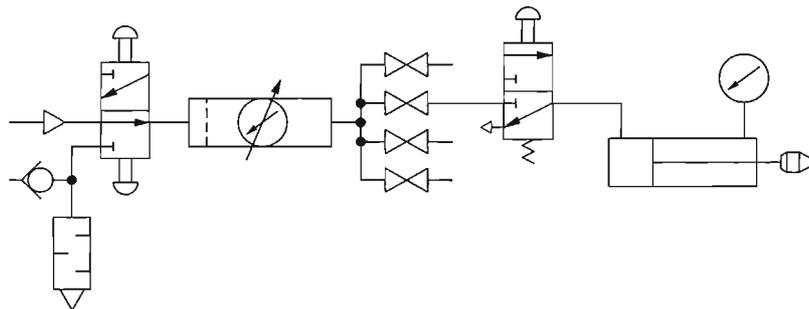

Figura 3-20. Diagrama esquemático de un circuito utilizado para mostrar la intensificación.
- 11. Modifique el circuito mostrado en la Figura 3-20. Utilice el tubo más corto posible para conectar el manómetro del lado vástago del cilindro.